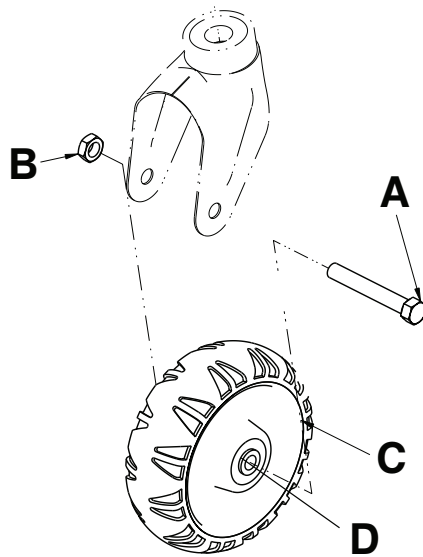

Рисунок 4 – Колесо каталки без колпаков
2. Пользуясь торцевой головкой 5/8 дюйма с ключом с храповым механизмом 3/8 дюйма и комбинированным ключом 11/16 дюйма, удалите болт с шестигранной головкой (A) и гайку (B), крепящие колесо (C) к поворотному кронштейну (Рисунок 4), расположенному справа от пациента у ножного конца каталки и используемому с установленной направляющей колеса. Сохраните болт. Удалите гайку в отходы.
3. Извлеките из колеса и удалите в отходы два подшипника (D) (Рисунок 4).